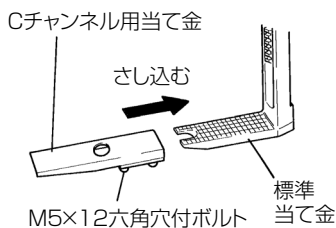
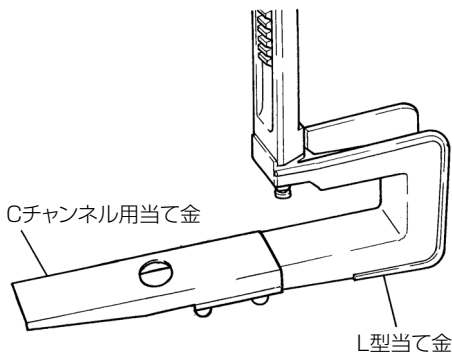

図 23
図 25
- 図 25 のように L 型当て金と組合わせて使用できます。取付け方法は、標準当て金のときと同じです。(図 23 参照)